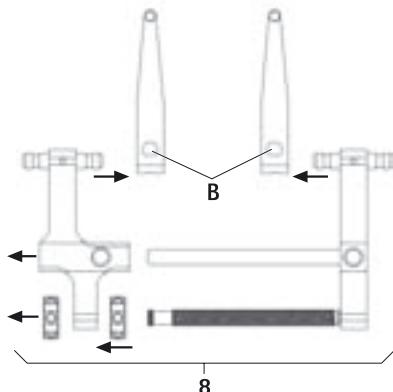

Fig. 3
- Démontage du distracteur 8 avec les lames de distraction, voir Fig. 3: